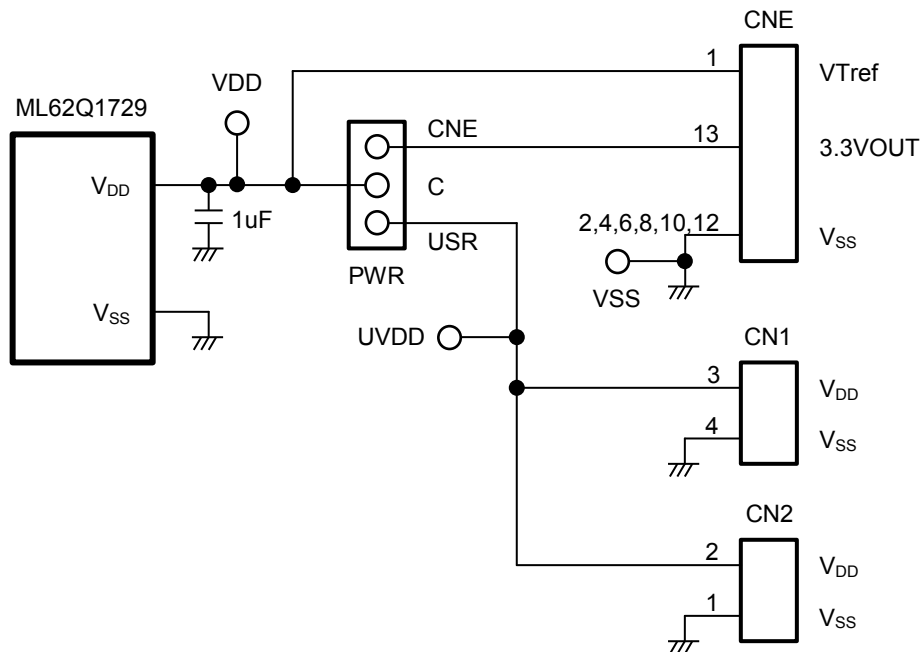

図 2 電源回路
- 1.2 ML62Q1729 Reference Board 外観図 2